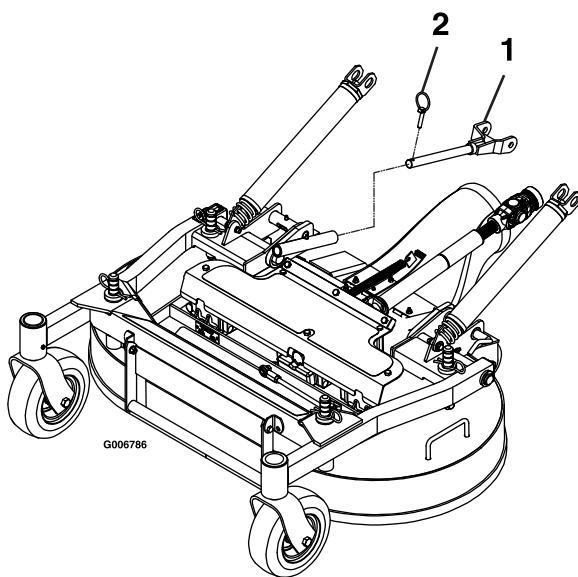

Figura 69
6. Retire los pasadores de seguridad de los extremos delanteros de los brazos de empuje en cada lado de la máquina (Figura 69).
5. Sujete los brazos de empuje con los pasadores de seguridad en el lado derecho e izquierdo de la máquina (Figura 69).